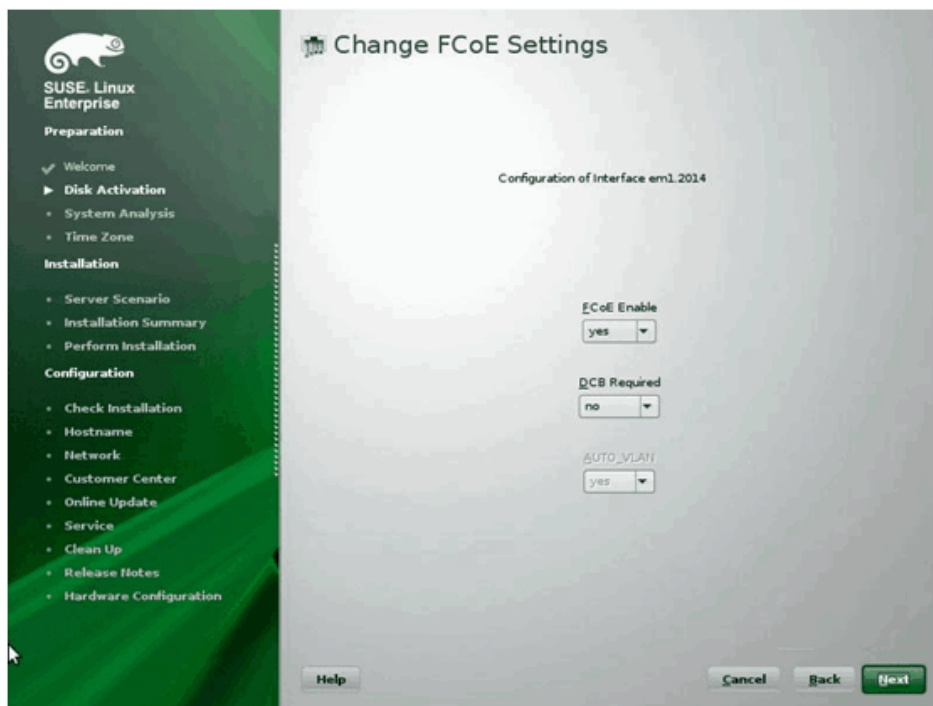

図 14-16. FCoE 設定の変更
- b. Change FCoE Settings (FCoE 設定の変更) ウィンドウ (図 14-16) で、**FCoE Enable** (FCoE の有効化) と **Auto_VLAN** が **yes** (はい) に設定されていることを確認します。